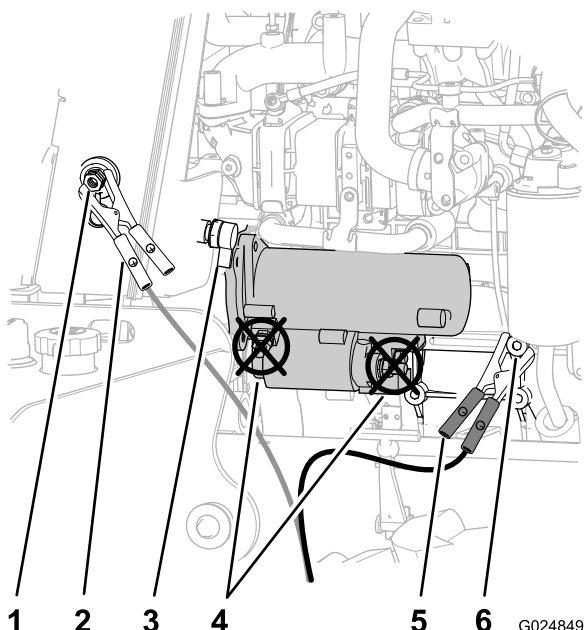

Рисунок 78
4. Снимите крышку со штыря запуска от внешнего источника (Рисунок 78).
5. Подсоедините положительный (+) соединительный кабель к положительному штырю внешнего источника (Рисунок 78).
6. Подсоедините отрицательный (-) соединительный кабель к точке заземления, такой как гайка на оси поворота для генератора (Рисунок 78).